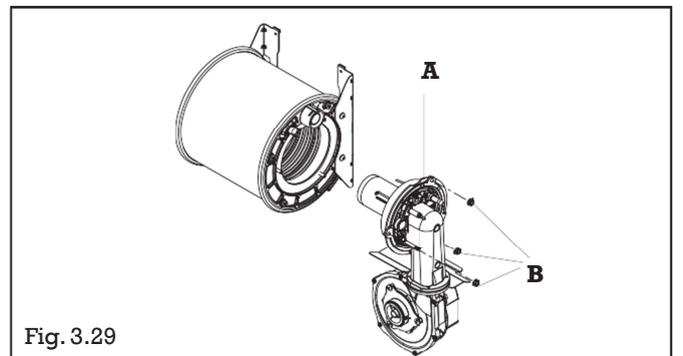

Fig. 3.29
- dividere l'insieme ventilatore/bruciatore (A) dello scambiatore (3 dadi (B) fig.3.29)